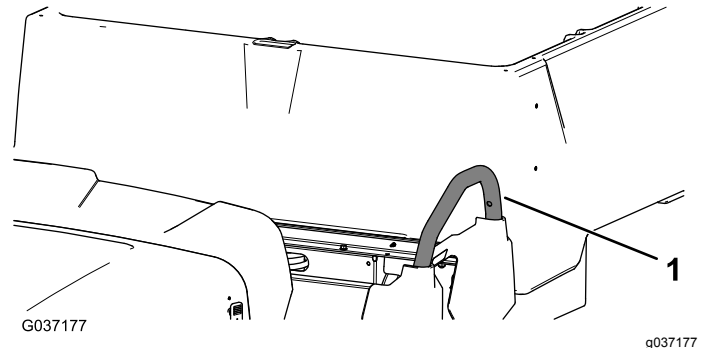

Bild 9
- Entfernen Sie die drei Schrauben und drei Muttern, mit denen der linke Haltegriff befestigt ist (**Bild 9**) und entfernen Sie diesen.
8. Montieren Sie den zuvor entfernten linken Haltegriff mit den drei Schrauben und drei Muttern (**Bild 9**).